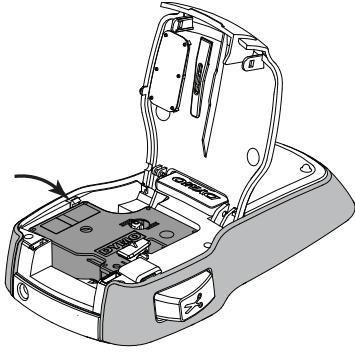

图 5
- 3 插入供纸盒并用力按压，直至供纸盒锁定到位。请参考图 5。